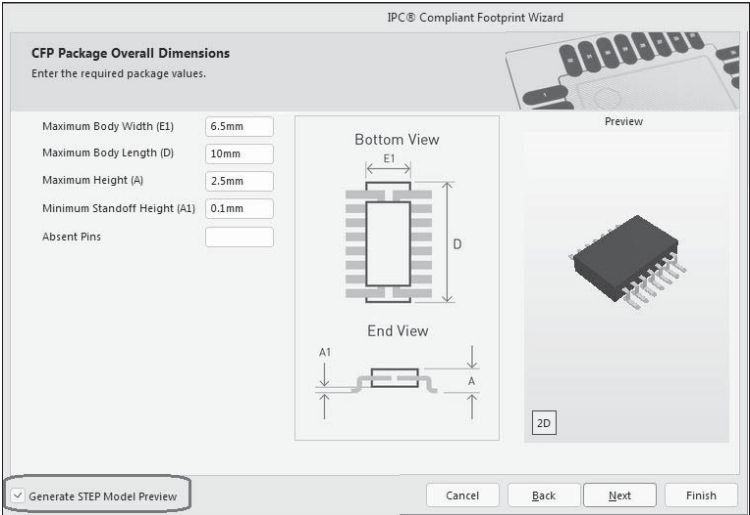

Рис. 2.15. Настройка размеров ТГПМ
2. На следующем шаге (рис. 2.15) настроить габаритные размеры корпуса: длину, ширину, полную высоту и высоту нижней грани корпуса над платой.